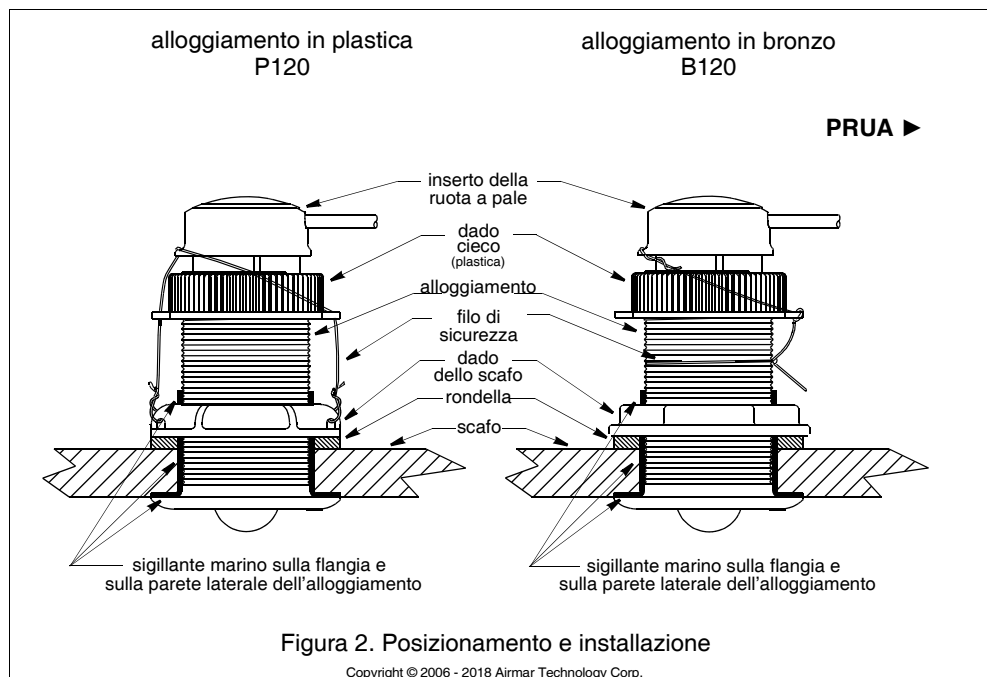

Figura 2. Posizionamento e installazione
Applicate uno strato di sigillante marino dello spessore di 2mm (1/16") intorno alla flangia dell'alloggiamento a contatto con lo scafo e sulla parete laterale dell'alloggiamento (Figura 2). Il sigillante deve coprire una superficie più spessa di 6mm (1/4") rispetto allo spessore di scafo, rondella, e dado dello scafo. In questo modo il sigillante marino nelle filettature sigillerà lo scafo e manterrà il dado dello scafo fisso nella sua posizione.
1. Dall'esterno dello scafo, spingete l'alloggiamento nel foro di montaggio effettuando un movimento rotatorio fino a quando fuoriesce il sigillante marino in eccesso (Figura 2). *Allineate la freccia sulla flangia dell'alloggiamento in modo che sia rivolta verso la prua.* Se il sensore non è installato sulla mezzeria, angolate leggermente l'alloggiamento verso la mezzeria per allinearlo con il flusso dell'acqua.
2. Rimuovete l'inserto dall'alloggiamento scollegando il filo di sicurezza del dado cieco (Figura 2). Svitando il dado cieco. In questo modo sollevate l'inserto. Rimuovete l'inserto tirandolo lentamente.
5. Inserite l'otturatore nell'alloggiamento. Avvitare il dado cieco con vari giri finché i filetti non si incastrano. *Ruotate l'otturatore finché la chiavetta non si incastra nella tacca dell'alloggiamento. Continuate a stringere il dado cieco. Stringete esclusivamente a mano.* Non stringete in modo eccessivo. Ricollegate il filo di sicurezza (Figura 2).
10. Ricollegate il filo di sicurezza per evitare che l'inserto/l'otturatore si ritragga nell'eventualità improbabile in cui il dado cieco si rompa o non venga avvitato correttamente (Figura 2).